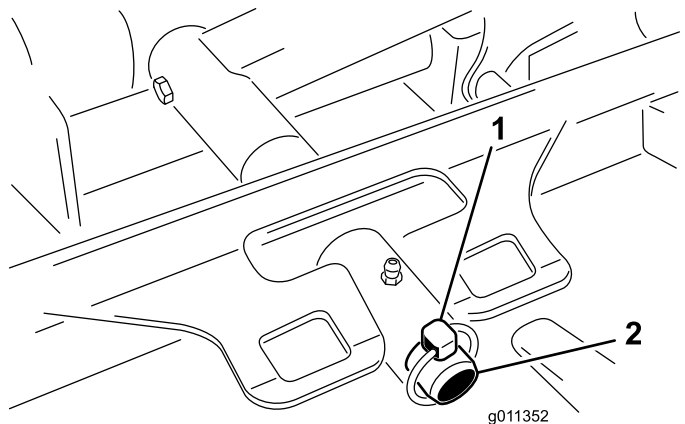

Bild 86
3. Entfernen Sie den Klappstecker (für Groundsmaster 4500-Maschinen) oder die Befestigungsmutter (für Groundsmaster 4700-Maschinen), mit dem bzw. der der Mähwerkträgerrahmen am Lagerbolzen des Hubarms befestigt ist (**Bild 86**).
2. Schieben Sie den Trägerrahmen des Mähwerks auf den Lagerbolzen des Hubarms (Bild 86). Befestigen Sie das Mähwerk mit dem Klappstecker (für Groundsmaster 4500-Maschinen) oder der Befestigungsmutter (für Groundsmaster 4700-Maschinen) am Lagerbolzen.